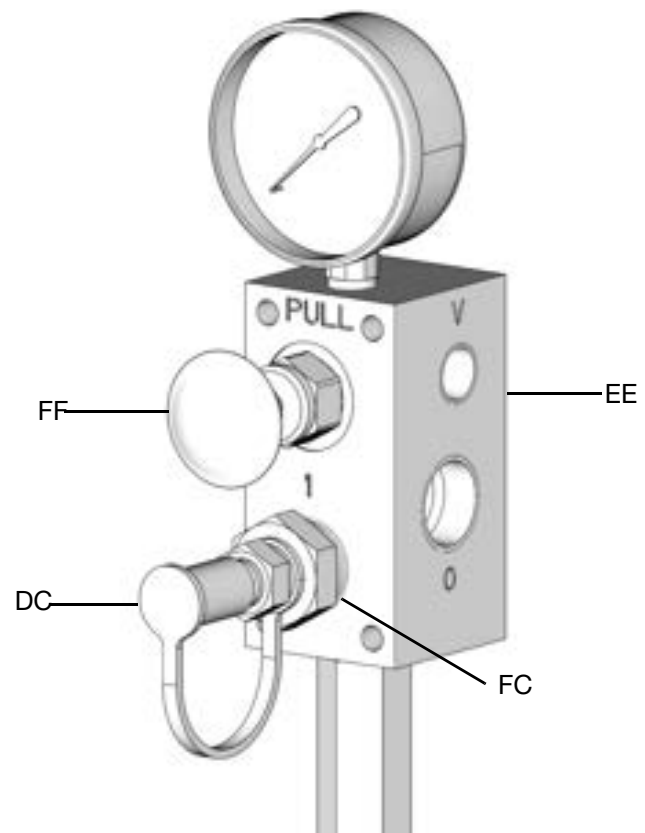

図 15
3. ダストカバー (DC) を充填バルブ (EE) の充填カバー (FC) から取り外します (図 15)。
4. リモート充填ステーションポンプ (AA) と「I」のマークの付いている充填カプラー (FC) ポートの間に供給ホース (JJ) を接続してください (図 15)。
10. 充填カプラー (FC) から充填ライン (GG) を切断します (図 15)。
11. 充填カプラー (FC) 上のダストカバー (DC) を交換します。